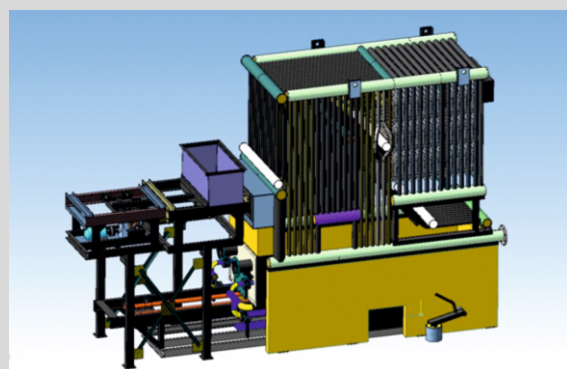

Рисунок 10 - Котел серии **КВм**.
- автоматизированные (ряд технических процессов невозможен без постоянного участия персонала, при сжигании любого вида топлива. Рисунок 10);